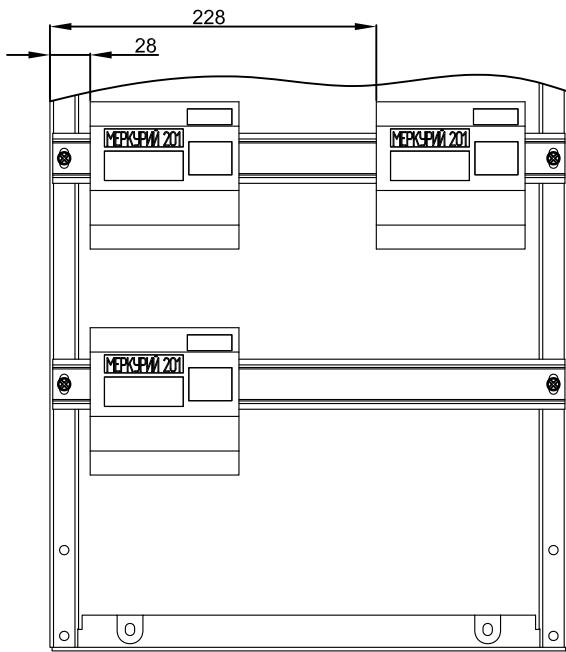

Рисунок 6
2.6 Установите счётчики на нижние Т-образные направляющие TH35-7,5: два – для ЩЭ-2, три – для ЩЭ-3 и четыре – для ЩЭ-4 (рисунок 6).